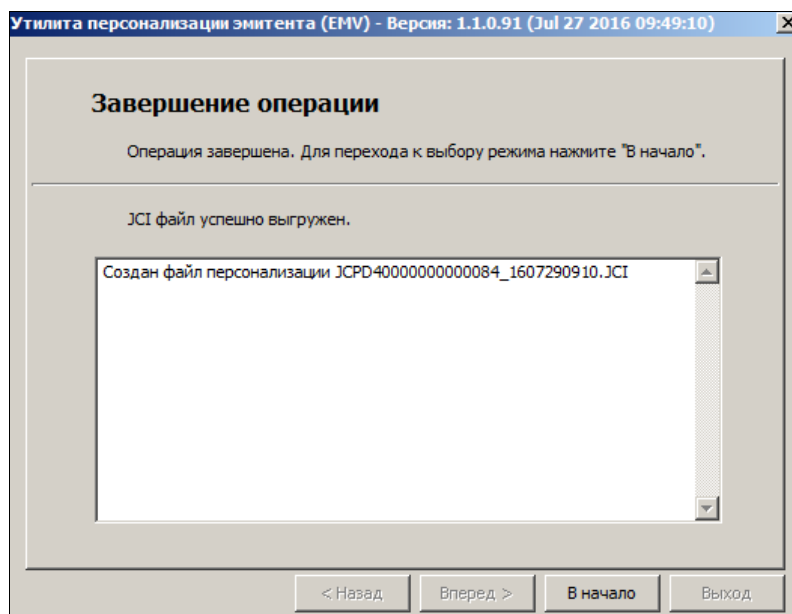

Рис. 9. Окно успешного завершения операции выгрузки заказа в ПБ
3. По окончании выполнения операции откроется окно её завершения. Если операция выполнена корректно и файл персонализации выгружен в папку установки утилиты, откроется окно успешного завершения операции (см. Рис. 9).